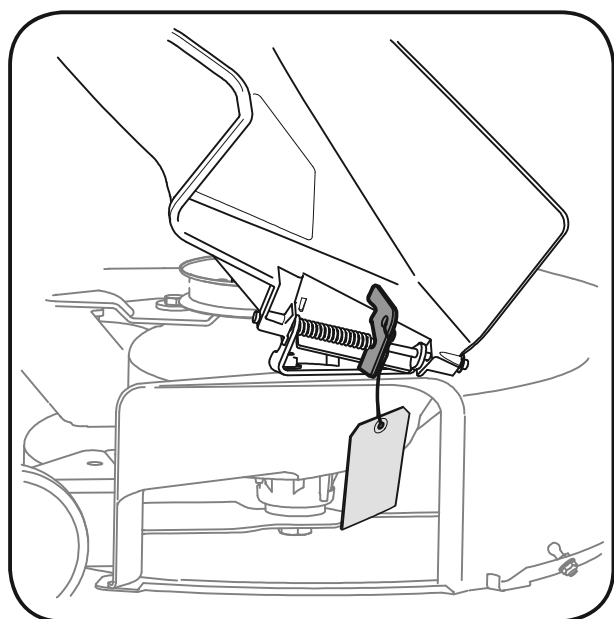

Figura 3-2
- Encontre a chapa da saída lateral (se existir, ela terá um etiqueta de aviso pendurada do lado esquerdo do trator) na dobradiça da saída lateral acima da plataforma de corte. Veja a figura 3-2.